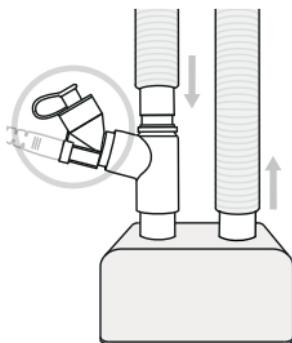

Abbildung 7. Aerogen Solo auf der trockenen Seite des Luftbefeuchters
2. Der Aerogen Solo kann, wie in Abbildung 7 gezeigt, auf der trockenen Seite des Luftbefeuchters angebracht werden. In dieser Konfiguration kann der Aerogen Solo mit einer Nasenmaske verwendet werden.
Der Aerogen Solo kann mit/ohne Beatmungsgerät mit einer Nasenmaske verwendet werden, wenn er an einen Luftbefeuchter angeschlossen ist (Abbildung 7).